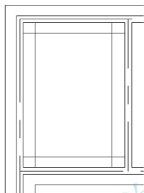

图 5.12 偏移大放脚
(1) 将左上角的基础墙放大,并参照基础平面图(附图2.4)的尺寸标注偏移大放脚,结果如图5.12所示。